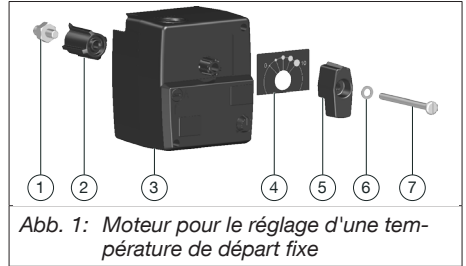
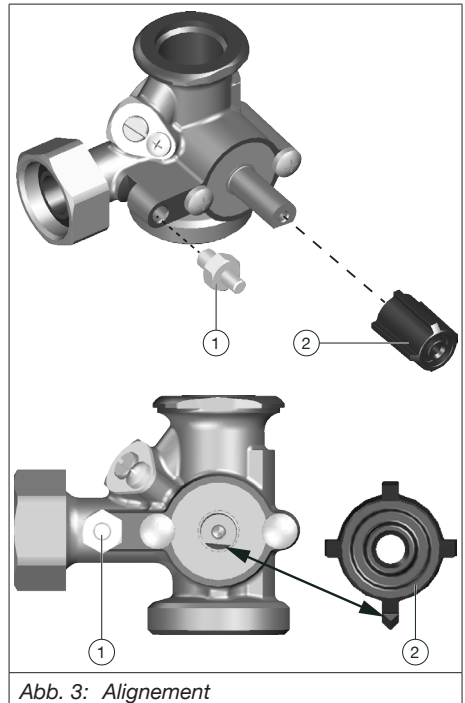

Abb. 1: Moteur pour le réglage d'une température de départ fixe
Abb. 3: Alignement
Le méplat du boisseau doit être orienté vers le bas et aligné horizontalement (voir Abb. 3 auf Seite 33).
2. Monter l'adaptateur fourni (position 2 sur la Abb. 1 auf Seite 31) sur le boisseau de la vanne.
Veiller à ce que la nervure pointue de l'adaptateur soit orientée vers le bas (voir Abb. 3 auf Seite 33).
3. Visser à fond le dispositif anti-torsion (position 1 sur la Abb. 1 auf Seite 31) sur le corps de la vanne (voir Abb. 3 auf Seite 33).